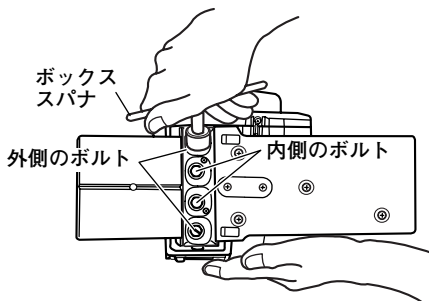

図 30
(1) 付属のボックススパナで外側のボルト (2 本) をゆるめ、つぎに、そのまま軽く締めなおします。(図 30)
(2) 内側のボルト (2 本) をボックススパナでゆるめて抜き取ります。
(図 30, 31)